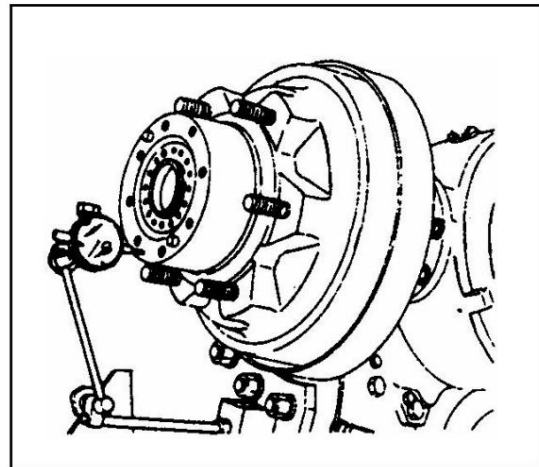

Figura 5-7
- 8) Mida la holgura axial del cubo de la rueda para comprobar si cumple con la norma. La holgura axial es inferior a 0,08 mm (véase la figura 5-7).